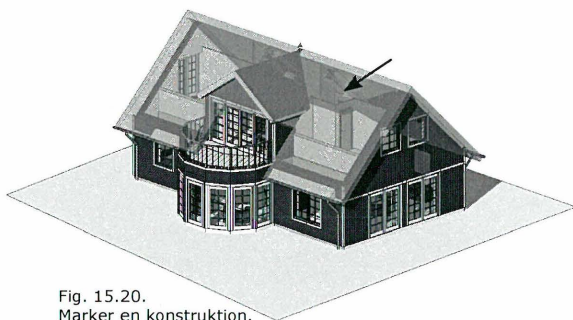

Fig. 15.20. Marker en konstruktion.
- Marker et element/ en konstruktion, eksempelvis taget (Fig. 15.20).